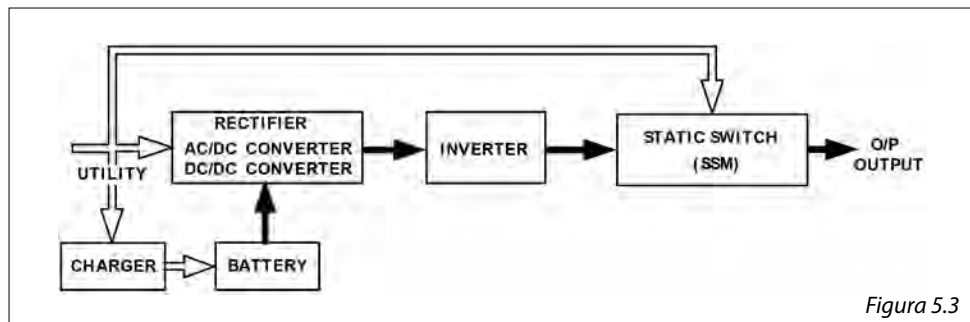

Figura 5.3
3. En caso de avería el SAI funciona como se describe en la figura 5.3. Cuando las baterías están débiles, la señal acústica emite un beep continuo hasta que no se descarguen completamente. La protección de la batería descargada del SAI permite apagar la alimentación a un nivel determinado para evitar la descarga completa de las baterías.